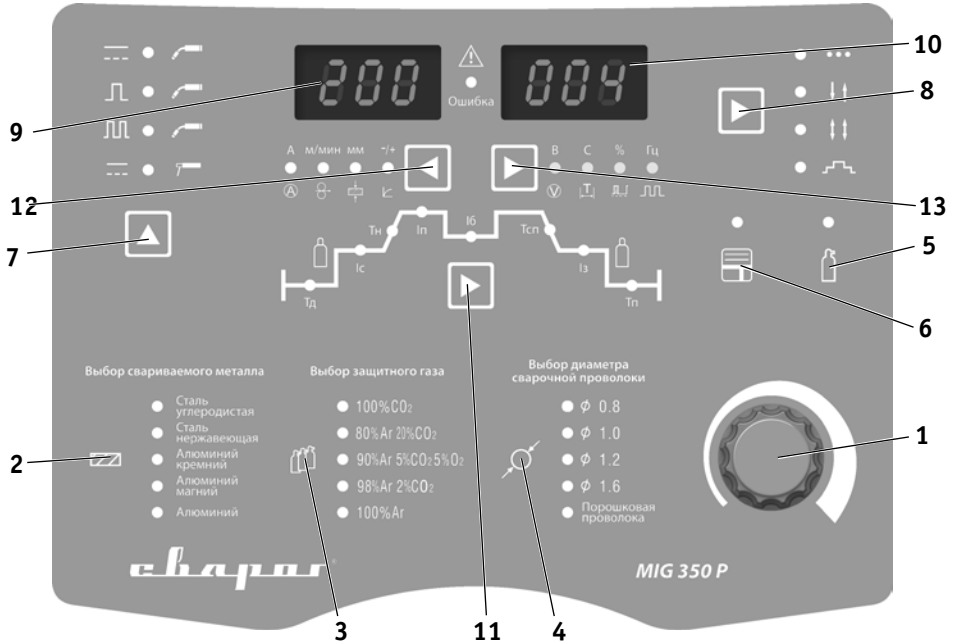

Рис. 7.1. Панель.
7. Выберите способ сварки MIG/MAG, Pulse или D Pulse (п. 6, рис. 7.1) на передней панели сварочного аппарата.